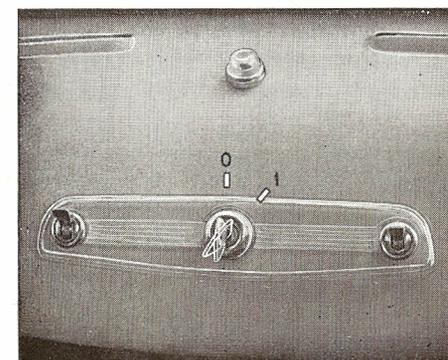

Fig. 18. — Posiciones del interruptor de contacto.
- introducir la llave de contacto, apretarla a fondo y girarla hacia la derecha (ver fig. 18);